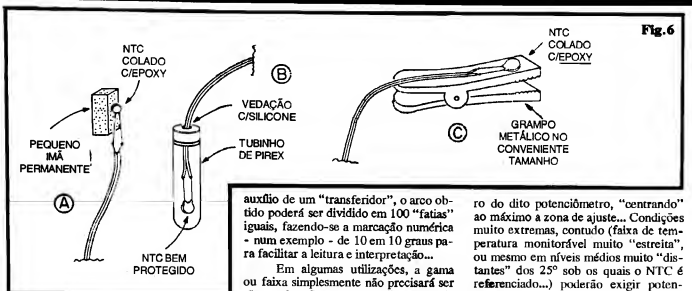

Fig. 6
- FIG. 6 - "AGASALHANDO" & FIXANDO O SENSOR... - Dependendo diretamente de "onde" o sensor (NTC) vai trabalhar, diversos tipos de proteção ou fixação poderão ser necessários... A figura dá algumas sugestões, servindo de base ao raciocínio do montador/instalador... Na prática, contudo, Vocês terão que "se virar", in loco, pois cada caso é um